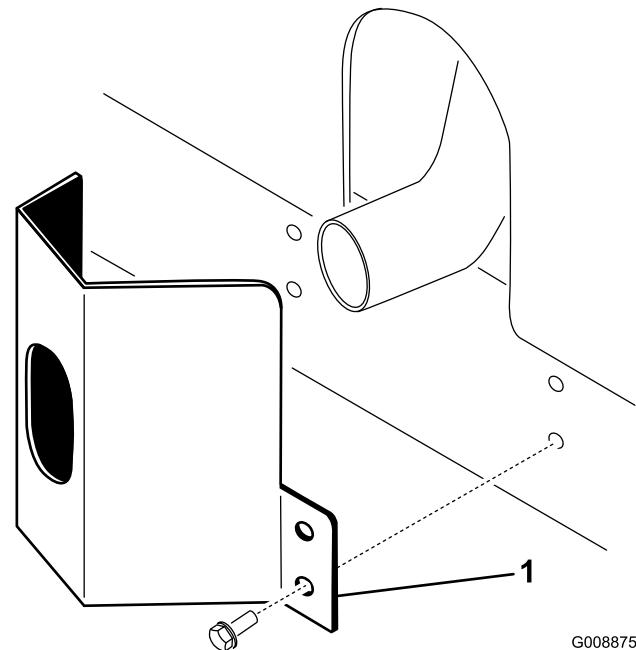

Figura 11
- Coloque el protector del tubo de escape alrededor del silenciador, alineando los taladros de montaje con los del bastidor (Figura 11).
2. Fije el protector al bastidor con 4 tornillos autorroscantes (Figura 11).